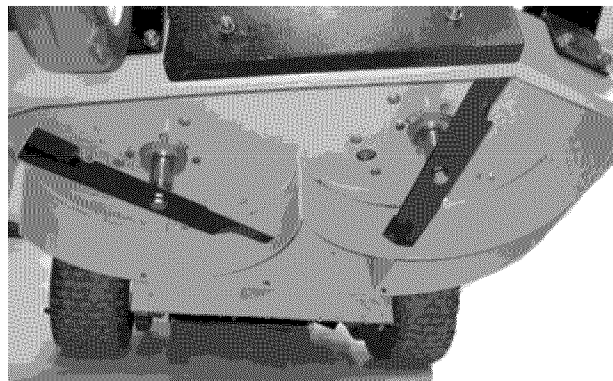

Figura 18
7. Las poleas intermedias se deben ajustar de manera que cuando el embrague de las cuchillas está engranado, una tracción de diez libras entre las dos poleas curve ambas correas aproximadamente 1/2" (Vea la Figura 18). No ajuste demasiado estas correas. El embrague de la cuchilla debe engranarse sólo con fuerza moderada.